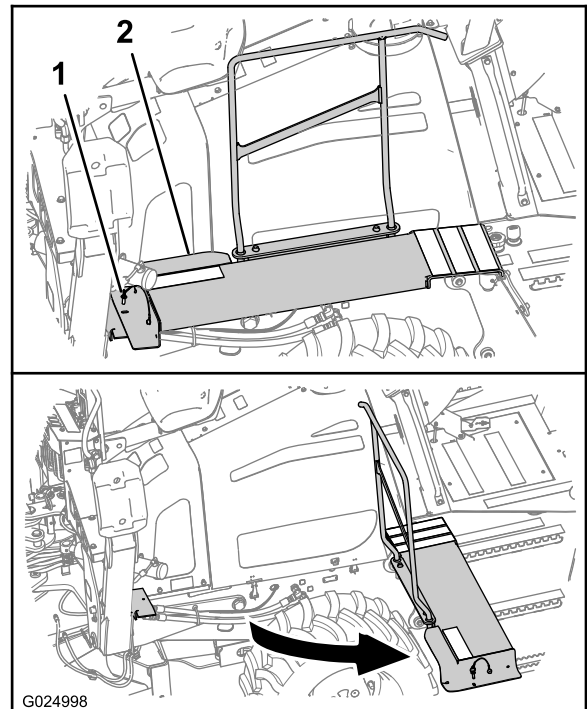

Figura 59
- A. Sul lato sinistro della macchina, rimuovete il perno di fissaggio dall'estremità anteriore della pedana (Figura 59).
B. Ruotate la pedana estraendola dalla macchina come illustrato in Figura 59.
- A. Ruotate l'estremità anteriore della pedana riportandola nella sua posizione originale (Figura 59).
- B. Allineate il foro della pedana con il foro nella relativa staffa di supporto (Figura 59).